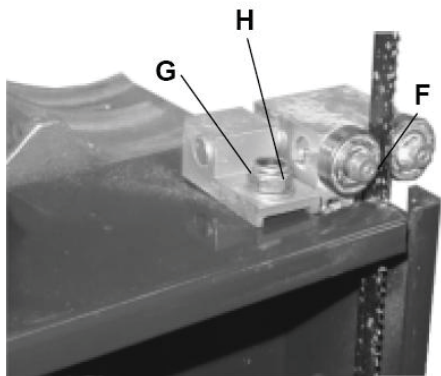

Рис. 22
- Установите роликовые направляющие (F) (Рис. 22) на расстоянии 2 мм от основания зуба полотна, открутив шестигранную гайку (G) (Рис. 22), а затем установив опору направляющей в нужное положение.
- Затяните гайку (G), зафиксировав положение.
- После регулировки зафиксируйте положение крепёжным болтом (E).
- Ослабив крепёжный болт (Н), установите направляющие (F) на расстоянии 0,5 мм от полотна.